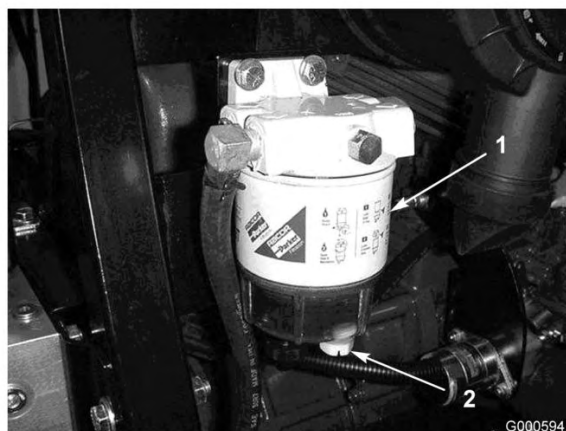

図 37
水セパレータ (図 37) の水抜きは毎日おこなって異物を除去してください。
2. フィルタ容器 (図 37) 下部のドレン・プラグをゆるめて水や異物を流し出す。終了したらプラグを締める。